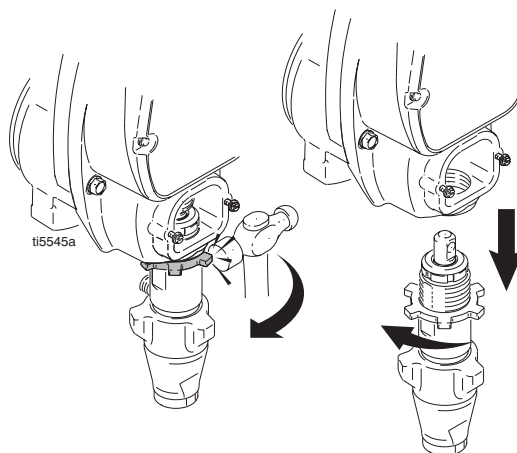

FIG. 17
6. FIG. 17. Desserrer l'écrou en frappant fortement avec un marteau. Dévisser la pompe.